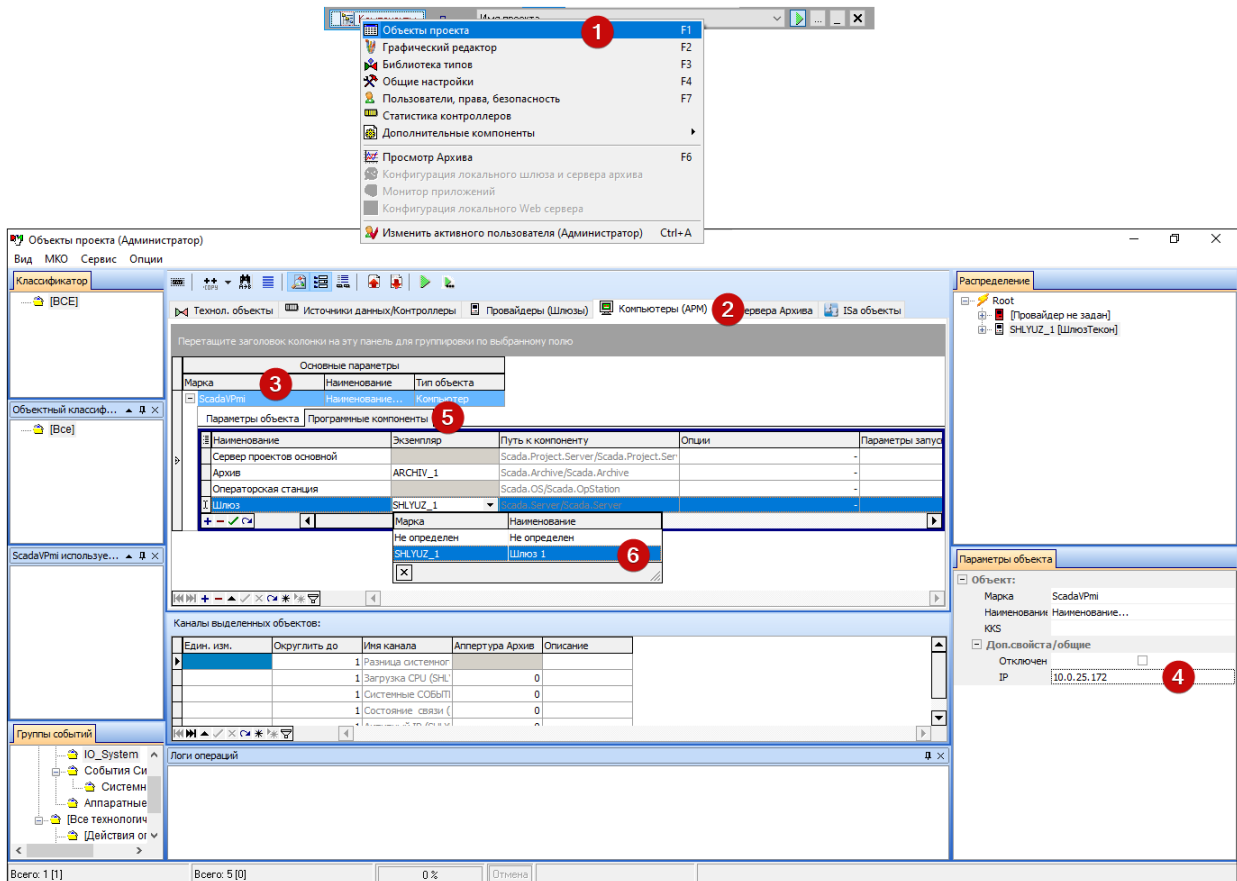

Рисунок 3.1. Конфигурирование компонентов SCADA системы
- 2) Откройте окно "Объекты проекта", выбрав нужный пункт контекстного меню "Компоненты" "Менеджера компонентов" (рис. 3.1 [1]).